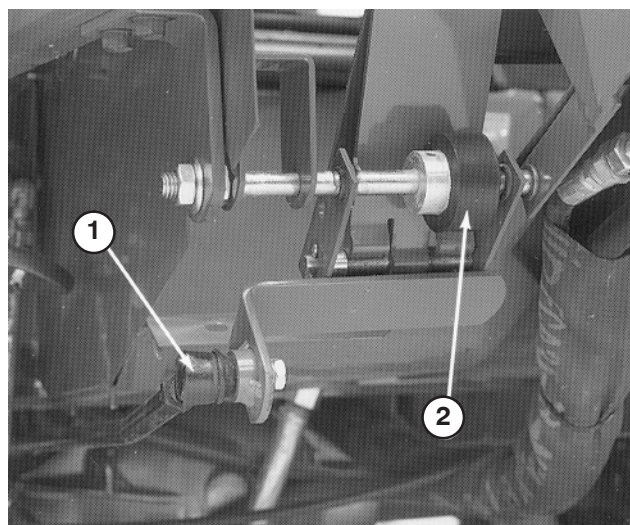

Figure 59
4. Ajustez l'extrémité de la tige de commande (Fig. 59) jusqu'à ce qu'un espace de 3 mm sépare le haut de la vis de butée de la pédale de déplacement et la pédale. Resserrez les contre-écrous.
1. Desserrez les deux écrous de fixation de l'axe de la pédale de déplacement situés à droite de la pédale (Fig. 59).